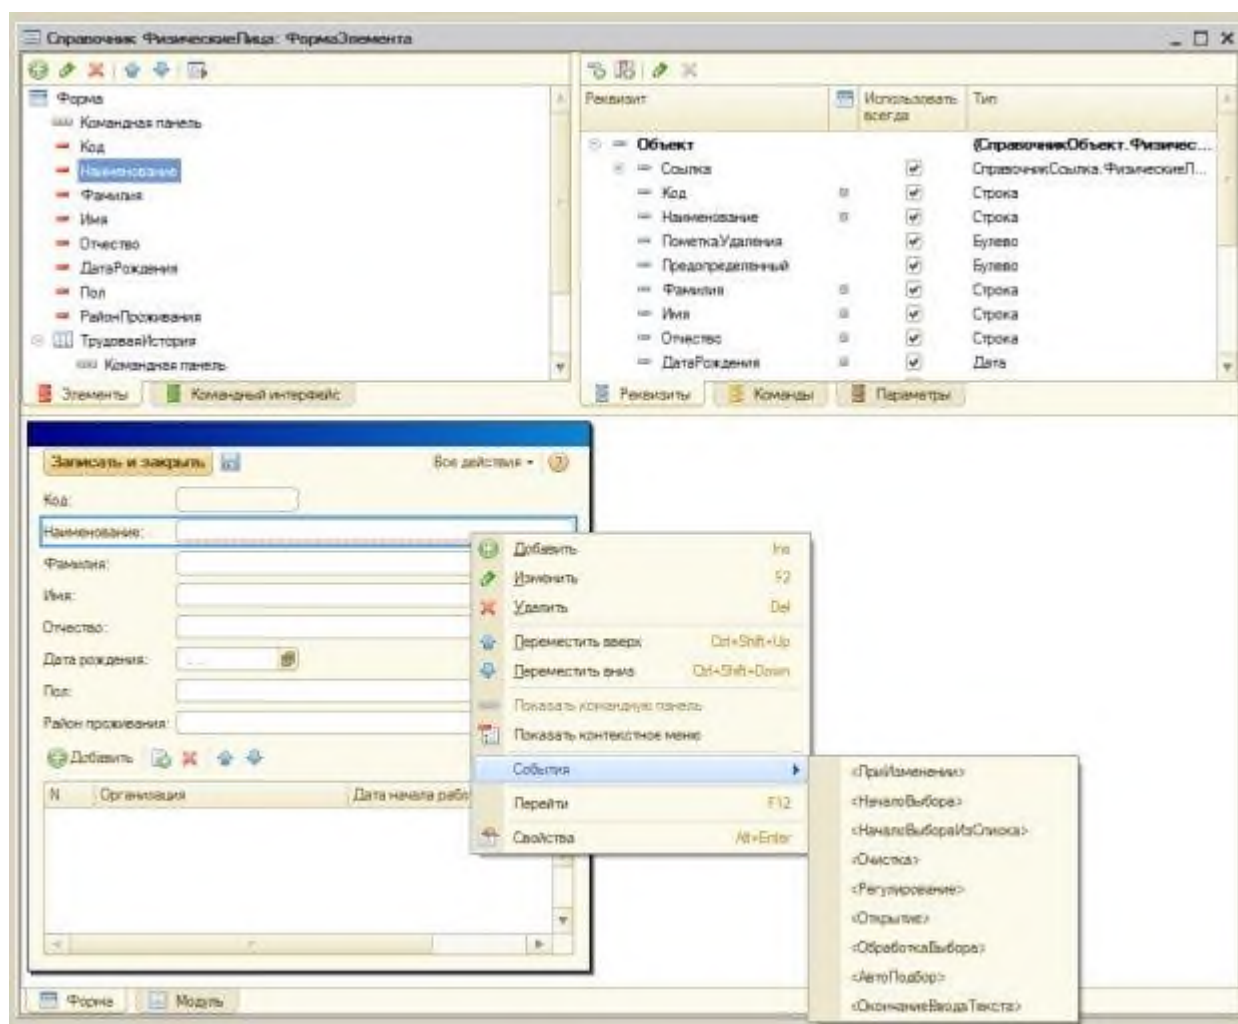

Рисунок 3.15- Работа с элементами формы
**Окно просмотра формы** (закладка **Форма** в нижней части окна) – здесь представлена форма в том виде, который она примет после настроек. Кроме того, выделяя элементы формы в данном окне, мы, не имея возможности, как это было ранее, произвольно перемещать их, можем вызывать их контекстное меню, Рисунок 3.15, с помощью которого можно перемещать элемент вверх или вниз (то же самое можно делать в окне **Элементы**), открывать окно его свойств,
**Редактор реквизитов** представлен вкладкой **Реквизиты** (Рисунок 3.15). Для того, чтобы добавить реквизит объекта на форму (то есть – создать элемент управления, связанный с данным реквизитом), достаточно перетащить элемент из окна **Реквизиты** в окно **Элементы**. Реквизиты, уже присутствующие на форме, отмечены серым квадратиком.